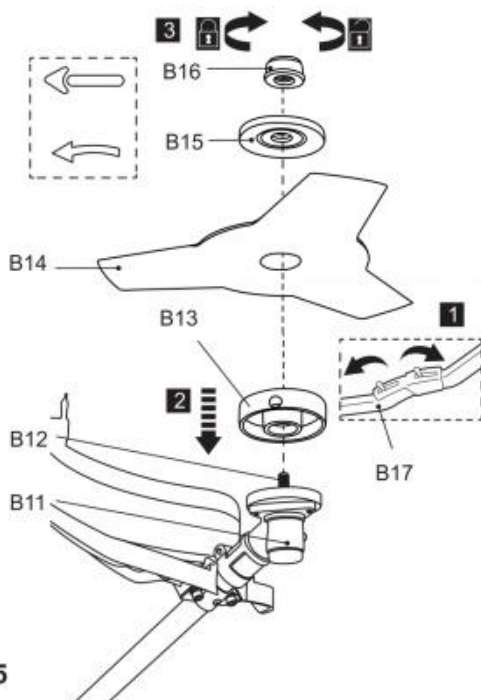

Fig. 5
7) Dokręć nakrętkę (B16), aby zabezpieczyć ostrze tnące w kierunku przeciwnym do ruchu wskazówek zegara, blokując wrzeciono (B12) kluczem sześciokątnym (E5). Następnie wyjmij klucz imbusowy (rys. 5).